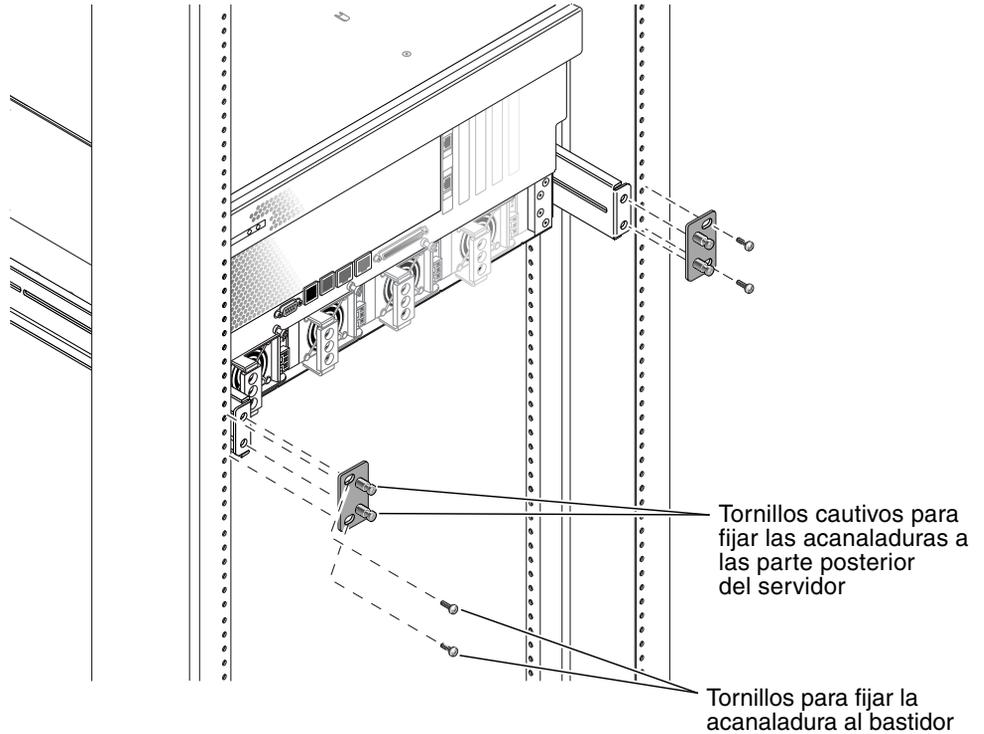

FIGURA 3-5 Fijación de la parte posterior del servidor al bastidor
9. En la parte posterior del bastidor, utilice los dos tornillos cautivos para fijar las dos acanaladuras de montaje posterior a los soportes de apoyo acoplados al servidor (FIGURA 3-5).
10. Con dos tornillos para cada soporte de apoyo de montaje posterior, fije los soportes de apoyo a la parte posterior del bastidor (FIGURA 3-5).